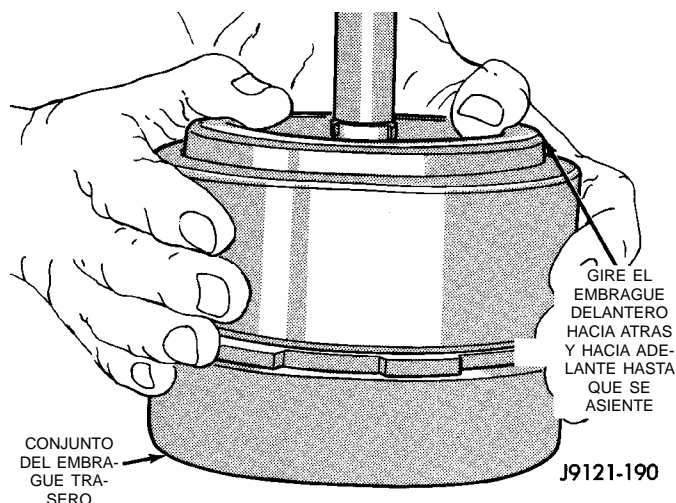

Fig. 129 Ensamblaje de las unidades de embrague delantero y trasero
(13) Alinee los discos de embrague en el embrague delantero e instale el embrague delantero en el embrague trasero (Fig. 129). Haga girar el retén del embrague delantero hacia adelante y hacia atrás, hasta que esté completamente asentado en el embrague trasero.